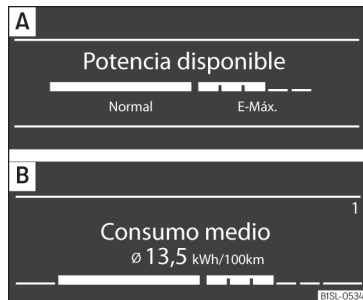

Fig. 61 A la pantalla del quadre d'instruments: potència disponible. [A]: Indicació visualitzada per complet. [B]: Indicació desplaçada cap avall.
Durant la marxa, a la pantalla del quadre d'instruments es mostra la potència disponible actualment del motor elèctric » » fig. 61
- [A]. Quan a la pantalla del quadre d'instruments es canvia a una altra indicació, la indicació de la potència disponible es desplaça cap avall » » fig. 61 [B].